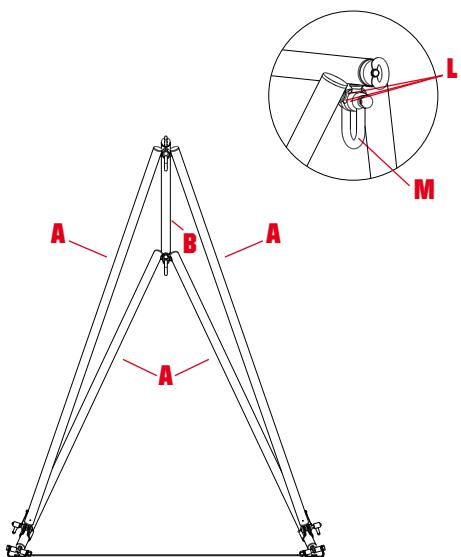

fig. 3
b) Collegare la barra superiore (B) alle barre laterali (A) inserendo negli occhielli di collegamento (L) i grilli (M) - (fig. 3).